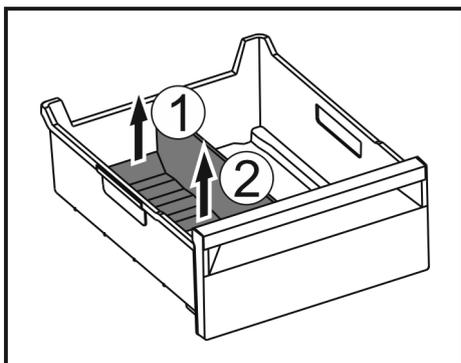

Fig. 175
- ▶ Soulever la partie arrière du séparateur de congélateur. Fig. 175 (1)
- ▶ Retirer le séparateur de congélateur par le haut. Fig. 175 (2)